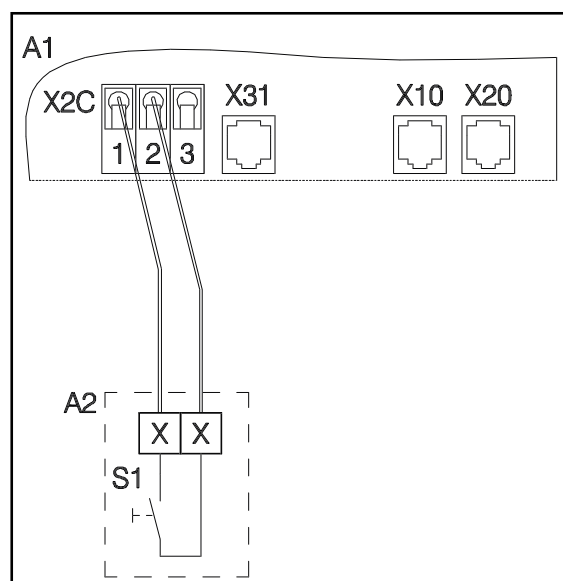

Fig. 9: Tilkopling impulsbryter
- Tilkople impulsbryteren til styringen (A1) via klemme X2C, kontakt 1 og 2, som vist på fig. 9.